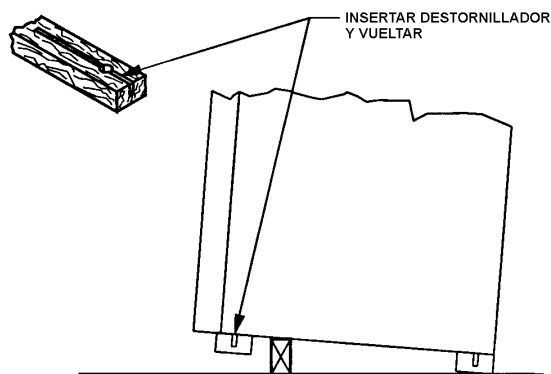

Figura 1. Retiro de la Base Desprendible
4. Retire el soporte desprendible colocando una tablón de 2" x 4" bajo la máquina, insertando un desatornillador o una barra grande o en la muesca del soporte para dividirlo en dos. Dé vuelta a los tornillos niveladores hasta donde sea posible. Ver la Figura 1.